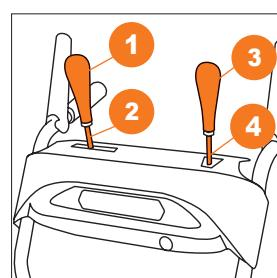

Рис. 9
- Закрепите рукоятку выбора передач ① к штанге управления передачами ② (Рис. 9).
- Закрепите рукоятку управления дальностью выброса ③ к рычагу управления выбросом ④ (Рис. 9).